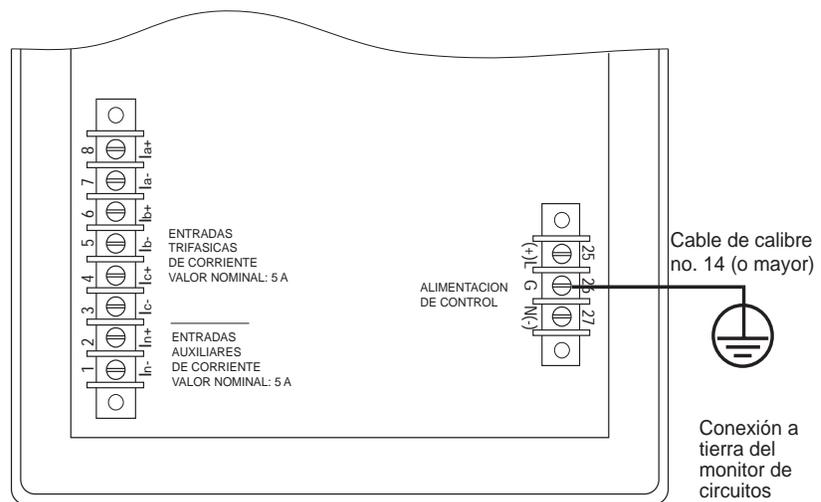

Figura 3-14: Conexión a tierra del monitor de circuitos
1. Conecte la terminal de tierra (terminal 26) a una tierra física, utilizando un cable calibre no. 14 o mayor con conector de horquilla (consulte la figura 3-14).